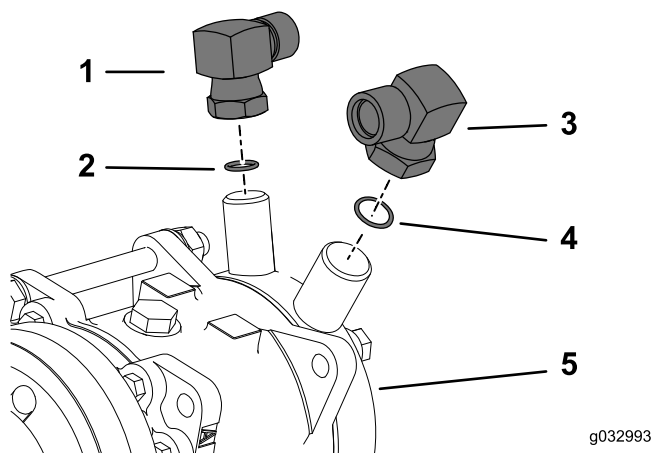

Figure 43
1. Montez le raccord à angle droit (7/8 po) et le joint torique (taille 8) sur l'orifice de basse pression ou d'aspiration de la pompe de climatisation (Figure 43).
3. Montez le raccord à angle droit (3/10 po) et le joint torique (taille 10) sur l'orifice de haute pression ou de décharge de la pompe de climatisation (Figure 43).